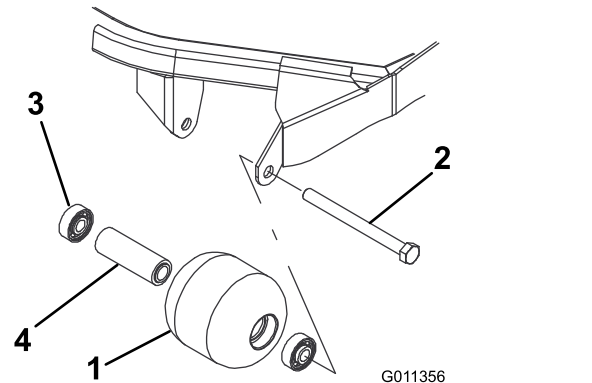

Bild 97
1. Entfernen Sie die Rollenbefestigungsschraube (Bild 97).
4. Prüfen Sie das Rollengehäuse, die Lager und das Distanzstück auf Beschädigungen (Bild 97). Tauschen Sie alle beschädigten Teile aus und bauen Sie alles wieder zusammen.
1. Drücken Sie das erste Lager in das Rollengehäuse (Bild 97). Drücken Sie dabei nur auf den äußeren Ring oder gleichmäßig auf die inneren und äußeren Ringe.
2. Setzen Sie ein Distanzstück ein (Bild 97).
3. Drücken Sie das zweite Lager in das Rollengehäuse (Bild 97). Drücken Sie gleichmäßig auf den inneren und äußeren Ring, bis der innere Ring das Distanzstück berührt.